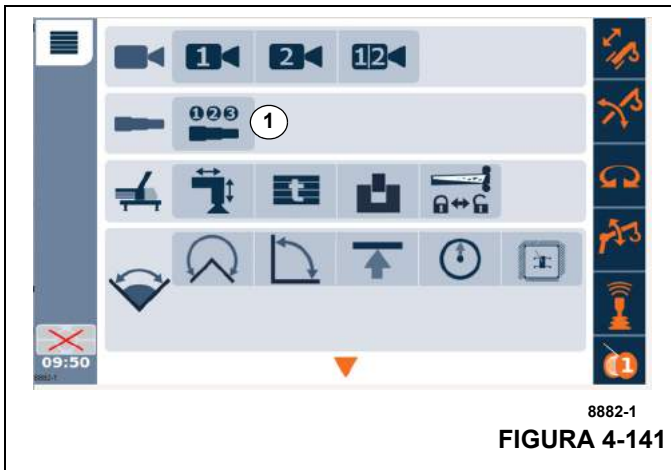

FIGURA 4-141
- Ingrese a la pantalla de semiautomatización en la pantalla de funcionamiento. El icono para esta pantalla es (1) Figura 4-141.